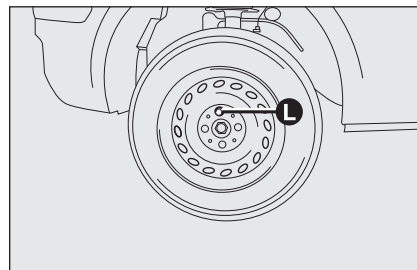

fig. 6
- ☐ quite el embellecedor después de haber aflojado los tres tornillos que lo fijan y por último, afloje el cuarto tornillo **L**-fig. 6 y saque la rueda;